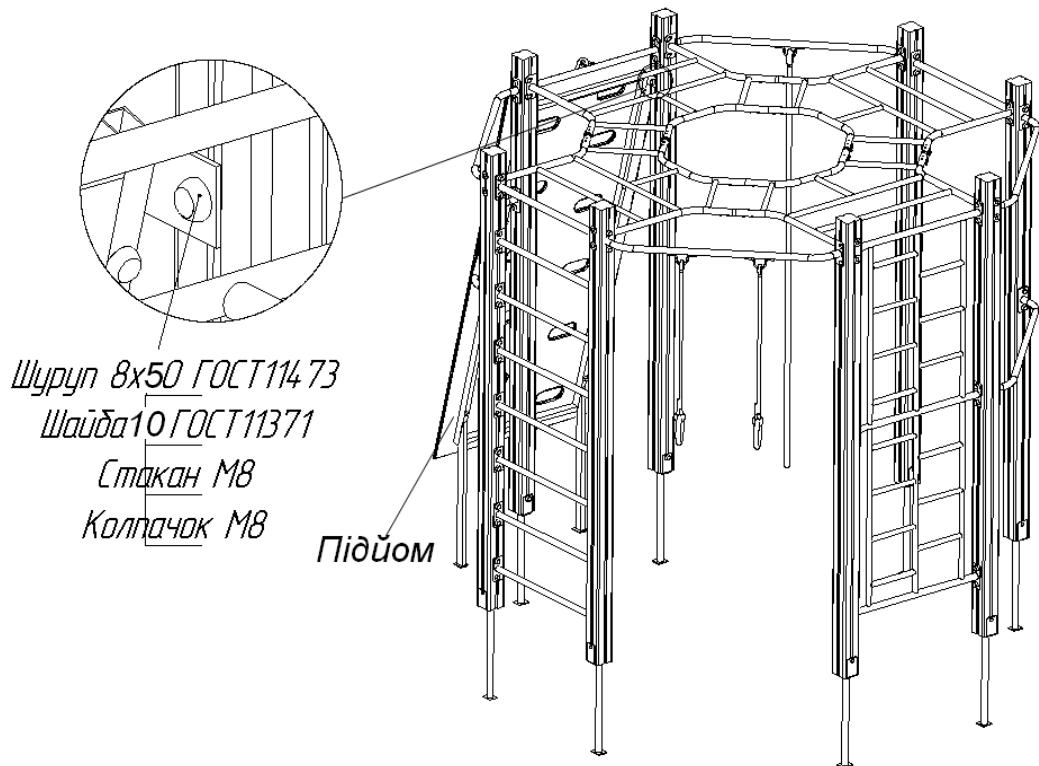

Рис.9
- 2) Підйомом приєднується до брусів за допомогою стандартних виробів, представлених на рис.9.